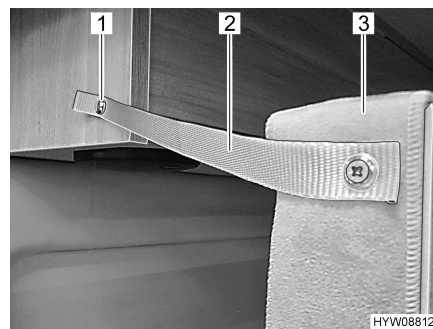

Fig. 34 Fusible arrière
- Fixer le lit (Fig. 34,3) avec la bande de sécurité (Fig. 34,2) et le bouton pression (Fig. 34,1) au caisson de toit.
- Détacher le bouton pression (Fig. 34,1) sur le caisson de toit.